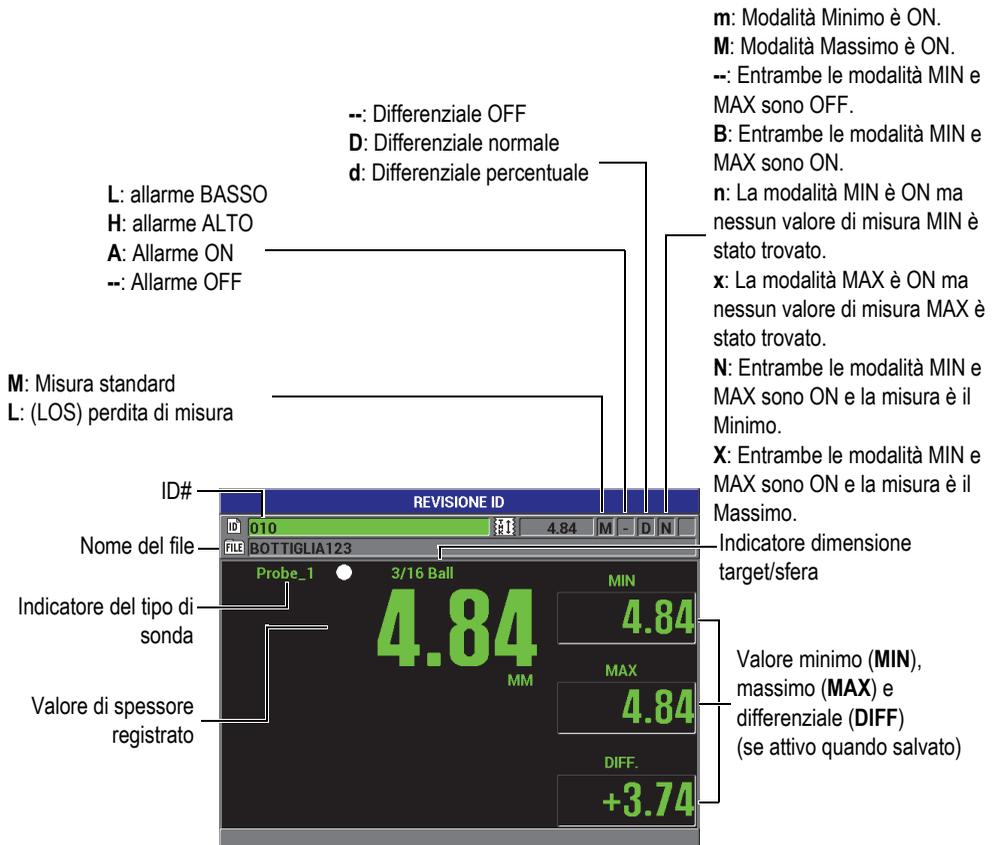

Figura 7-15 La schermata di revisione dell'ID
La Figura 7-15 a pagina 147 mostra un esempio di schermata di revisione dell'ID e descrive il suo contenuto. Gli indicatori sono le stesse abbreviazioni costituite da singole lettere dei termini per definire lo stato trasmessi dal misuratore mediante i comandi di trasmissione.
2. Nella schermata di misura, premere **[ID#]** per aprire la schermata **REVISIONE ID** (vedere Figura 7-15 a pagina 147):